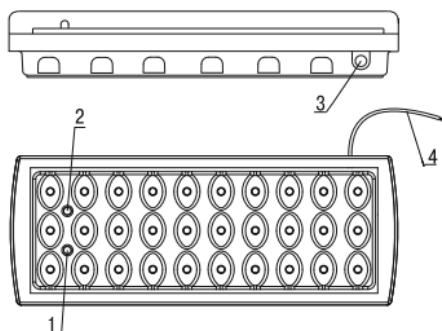
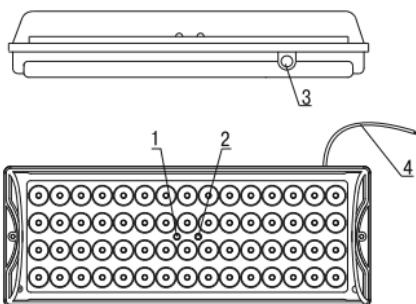

Рисунок 3 – ДПА 2101
Рисунок 4 – ДПА 2104
4.1.1 Для визуального контроля состояния светильника и батареи на переднюю панель корпуса выведены два светодиода: позиции 1 и 2 (рисунок 3, рисунок 4).
– При использовании светильников для указания направления эвакуации пиктограммы не должны перекрывать индикаторы режима работы светильника: позиции 1 и 2 (рисунок 3; рисунок 4).